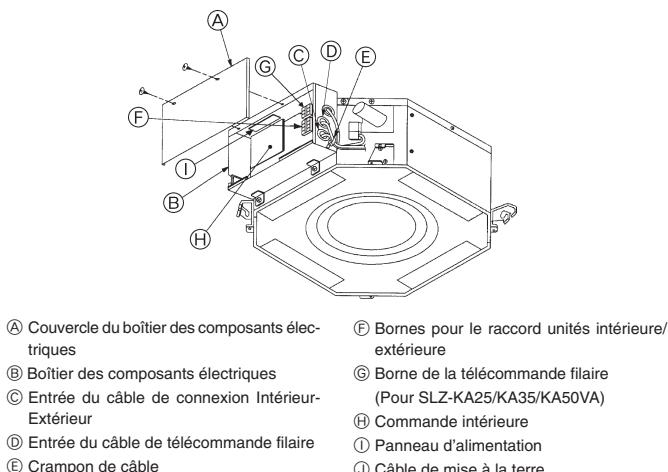
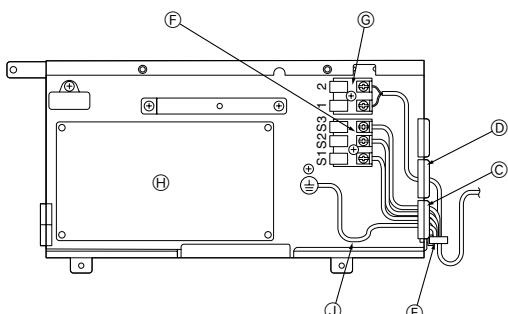

Fig. 7-2
Fig. 7-3
7.2. Appareil intérieur (Fig. 7-2) (Fig. 7-3)